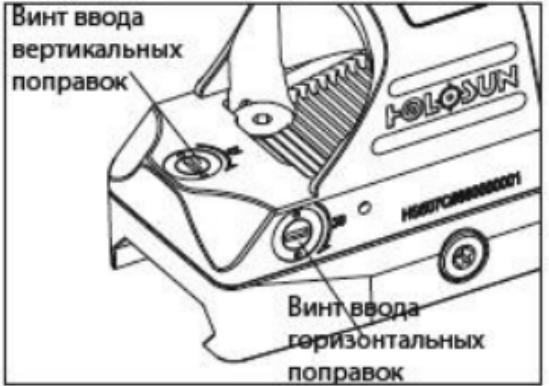

Рис. 6
- 2) Механизм ввода вертикальных поправок расположен в задней части прицела, а механизм ввода горизонтальных поправок – с правой стороны корпуса. (см. Рис.6). Для ввода поправок можно воспользоваться одиночным выступом на прилагаемом ключе